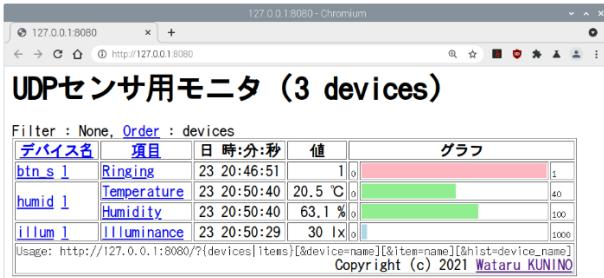

図 4-2 UDP で受信したセンサ値データを HTTP サーバで LAN 内に共有する応用システム
Wi-Fiボタン・送信機（プログラム② ex02_sw.ino）や、Wi-Fi照度計・送信機（プログラム③ ex03_lum.ino）、Wi-Fi温湿度計・送信機（プログラム⑤ ex05_hum.ino）が送信するセンサ値を、ラズベリー・パイで受信し、図4-2のような情報をLAN内に共有しつつ、CSVファイルに保存するシステムを製作します。
ラズベリー・パイ上で、インターネット・ブラウザを起動し、下記の URL（localhost のポート 8080）をアドレス・バーに入力すれば、受信したセンサ値を確認することができます（図4-2）。
① 棒グラフ・複数デバイス一覧表示機能
図 4-2 のような本プログラムのトップ画面です。複数のデバイスから得られたセンサ値を棒グラフで一覧表示します。表示対象のデバイスは、プログラム内の辞書型変数 sensors に定義しています。Wi-Fi ボタン・送信機のプログラム② ex02_sw.ino は「btn_s」、Wi-Fi 照度計・送信機のプログラム③ ex03_lum.ino は「illum」、Wi-Fi 温湿度計・送信機のプログラム⑤ ex05_hum.ino は「humid」です。
一覧表示画面（図 4-2）の「デバイス名」に列に表示された文字（例えば humid）をクリックすると選択したデバイスのみを抽出して一覧表示します。ブラウザのアドレス・バーに、以下のように device= に続いてデバイス種別を入力することで、表示指示することも出来ます。
一覧表示画面（図 4-2）の「デバイス名」に列に表示された数字（例えば humid_1 の「1」）をクリックすると、受信履歴を表示します。受信したセンサ値の履歴を棒グラフで表示します。表示する履歴件数はプログラム内の整数型変数 HIST_BUF_N で定義しており、初期値は 10 件です。以下のようにアドレス・バーにデバイス名を指定することも出来ます。